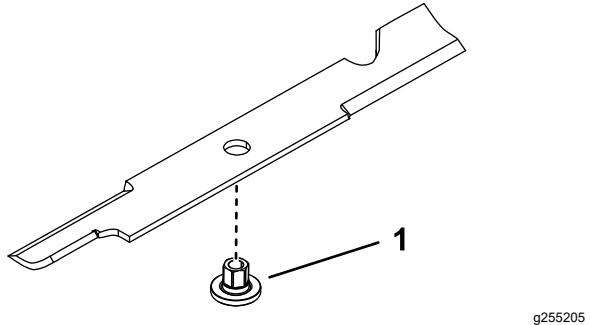

Figura 121
1. Instale el buje a través de la cuchilla con la brida del buje en el lado inferior (lado del césped) de la cuchilla (Figura 121).